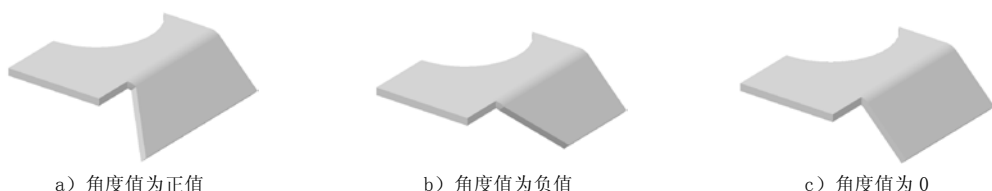

图 3.3.12 设置轮廓弯边的斜接角度值
- ☑ ☒ **斜接 (M)**和☒ **斜接 (E)** 复选框：在创建轮廓弯边的同时创建斜接。
- ☑ **角度 (A)**和**角度 (E)** 文本框：用于设置轮廓弯边开始端部和结束端部的斜接角度值，角度值可以为正值、负值或零。其中正值表示添加材料，即向弯边的外侧斜接，负值表示移除材料，即向弯边的内侧斜接，如图 3.3.12 所示。